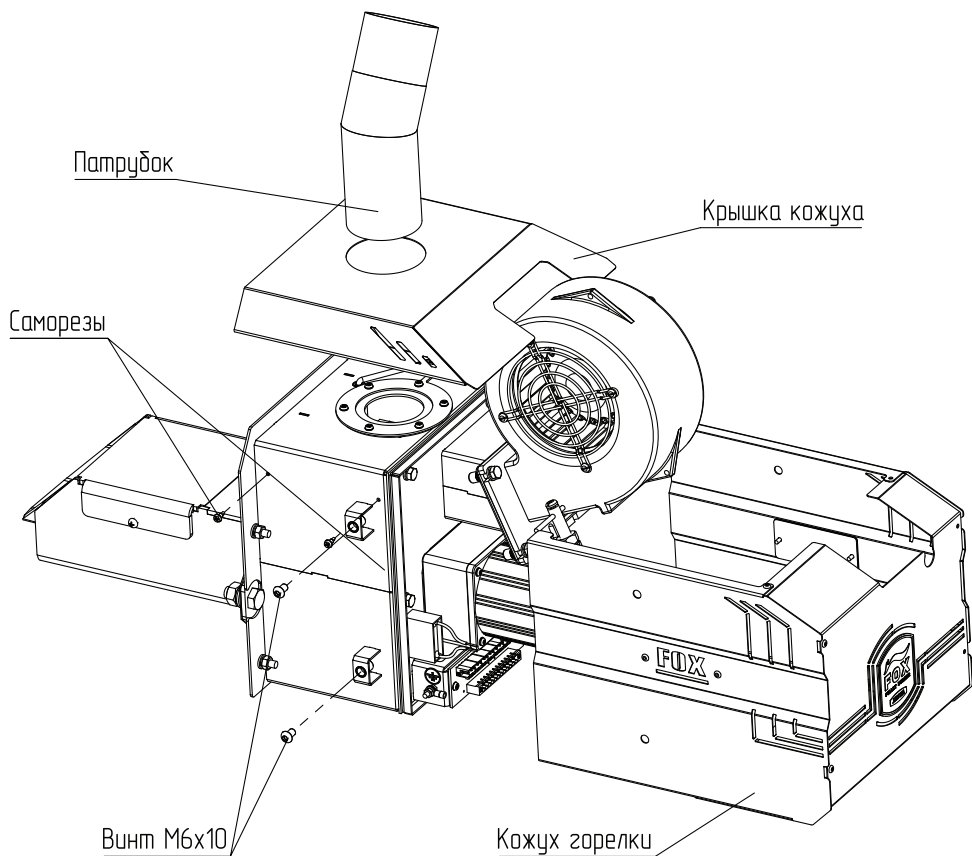

Рис. 2 Схема снятия крышки и кожуха горелки
- Снимите крышку кожуха, отвернув саморезы крепления крышки кожуха, как показано на **Рис. 2**;